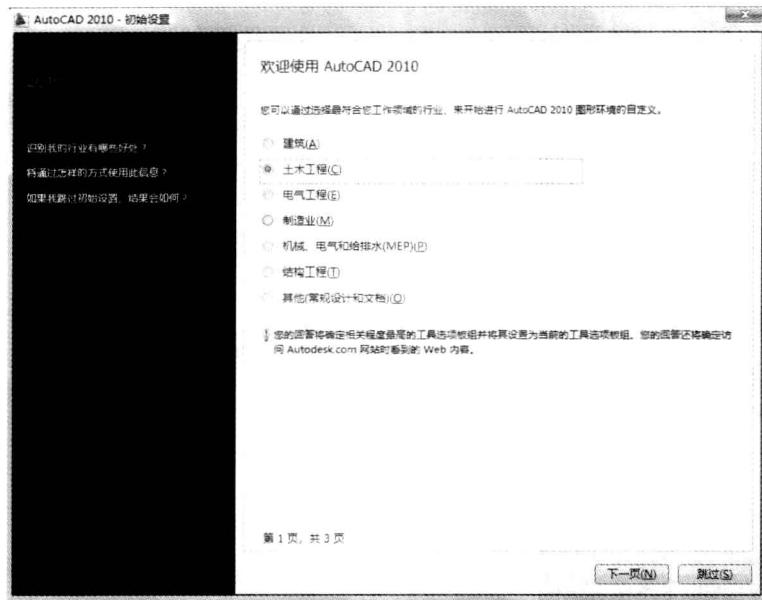

图 1-2 “初始设置”对话框
(1) 启动 AutoCAD 2010 中文版后，首先进入“初始设置”对话框，如图 1-2 所示。